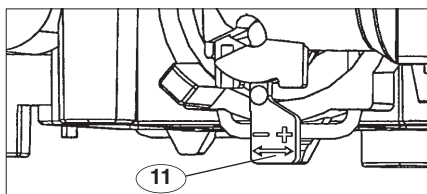

Fig. 10
Correcteur de température (fig. 10) :
Afin de compenser les variations de température de l'eau froide entre l'été et l'hiver, cet appareil est équipé d'un correcteur de température (11) (fig. 10) situé sous l'appareil.